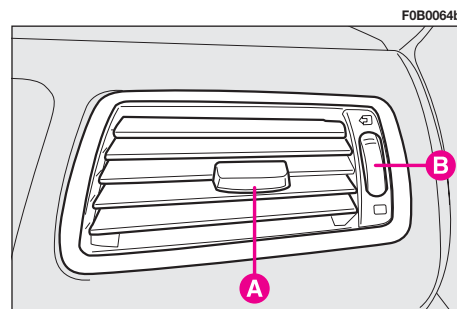

fig. 85
**REGULACIÓN DE LAS REJILLAS REGULABLES LATERALES fig. 85**